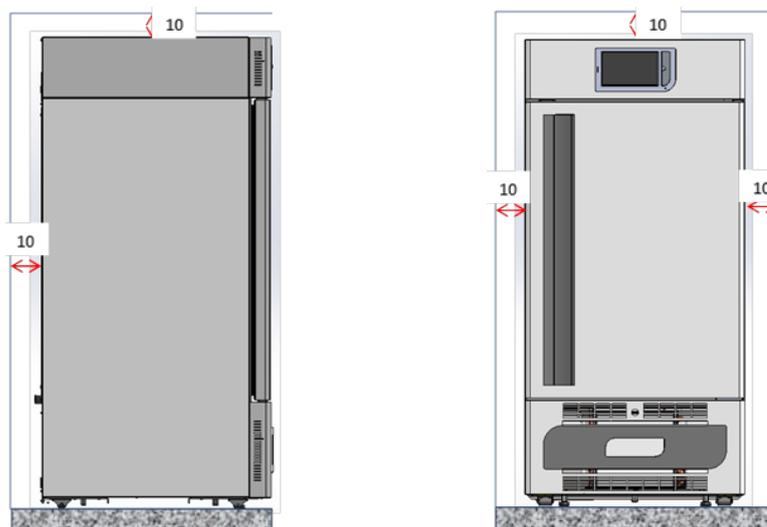

Figura 1 – posizionamento apparecchiatura
- posizionare la macchina mantenendo una distanza minima di 10 cm. da qualsiasi parete (nel caso di incasso in arredi, deve essere sempre garantita la corretta aerazione del gruppo condensante (compressore/motoventilatori) (Figura 1)